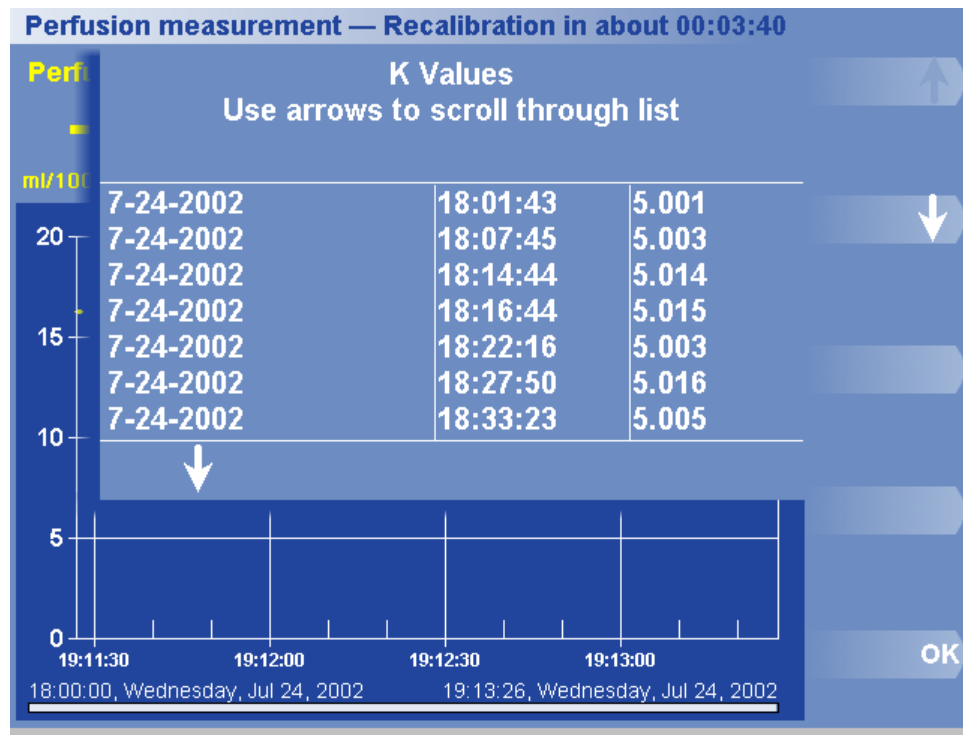

Figure 36. Boîte de dialogue et menu Liste des valeurs K
1. Cliquez sur Options > View Data > Select Plots & List K -> List K (Options > Afficher des données > Sélectionner les tracés et lister les valeurs K > Liste des valeurs K). La boîte de dialogue Liste des valeurs K apparaît (figure 36). La liste affiche la date et l'heure d'enregistrement de chaque valeur K.